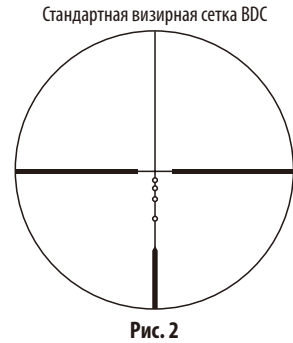

Рис. 2
**(1) Фокусировка**
- 1 Посмотрите в окуляр так, чтобы глаз находился на расстоянии примерно 10 см (4 дюйма) от линзы окуляра, и была видна стандартная визирная сетка BDC (рис. 2). Глаз должен смотреть по центру окуляра и с правильным выносом выходного зрачка, иначе изображение будет выглядеть «затемненным».